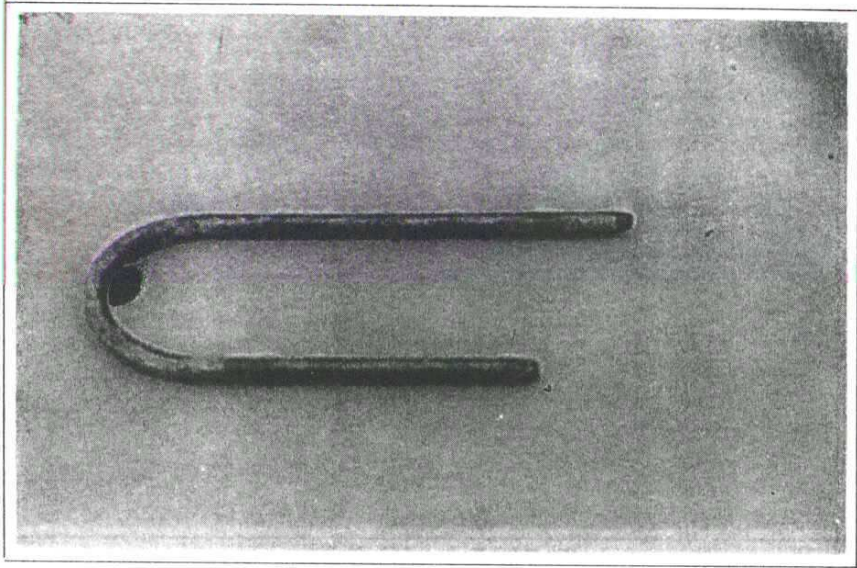

Fig 2-5. Grampo
e. **Grampo** (Fig 2-5) — peça de aço destinada a manter encaixados o munhão esférico do tubo de 60mm e o bloco de choque.